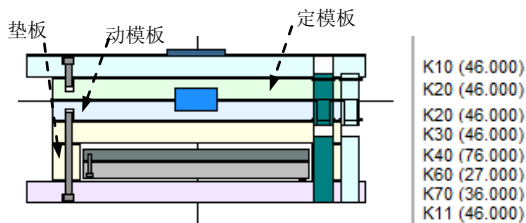

图 30.19 定义模板厚度
Step1. 定义定模板厚度。在“模架定义”对话框中右击图 30.19 所示的定模板，此时系统弹出图 30.20 所示的“板”对话框，在对话框的 厚度 (T) 下拉列表选中 136.000 选项，在“板”对话框中单击 确定 按钮。
Step2. 定义动模板厚度。使用同样的操作方法右击图 30.19 所示的动模板，在“板”对话框的 厚度 (T) 文本框中输入数值 65，然后单击 确定 按钮。
Step3. 定义垫板厚度。使用同样的操作方法右击图 30.19 所示的垫板，在“板”对话框的 厚度 (T) 文本框中输入数值 136，然后单击 确定 按钮。